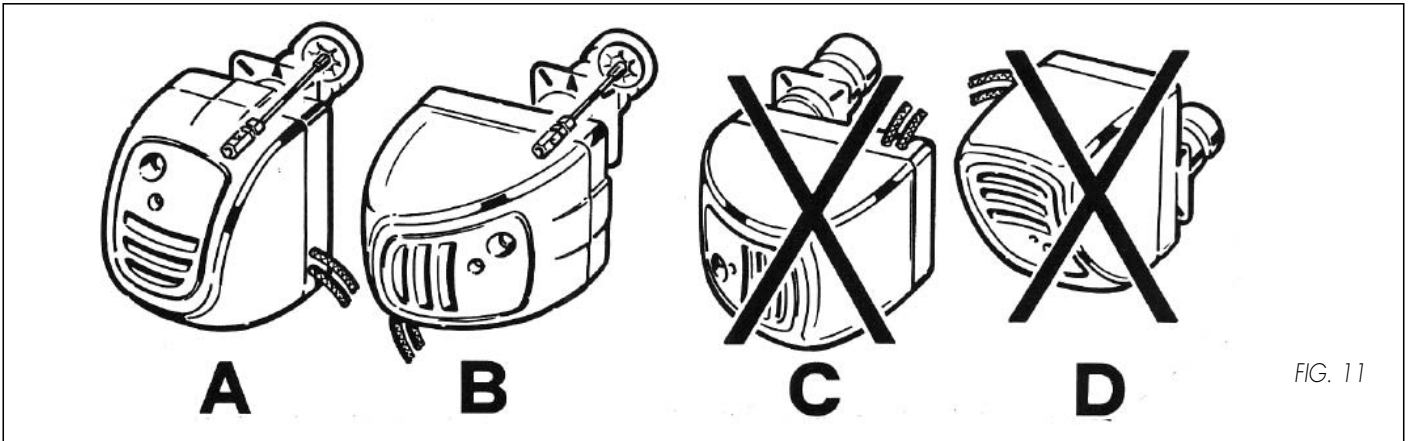

FIG. 11
Dopo aver preparato il frontone del generatore di calore rispettando le dimensioni della dima di attacco indicate in figura 2 occorre fissare la piastra di attacco del bruciatore (8) con le due viti inferiori avendo cura di interporre il cartone isolante fornito a corredo. Montare il bruciatore sulla piastra di attacco e posizionarlo come indicato in fig. 11 (dettagli A e B).